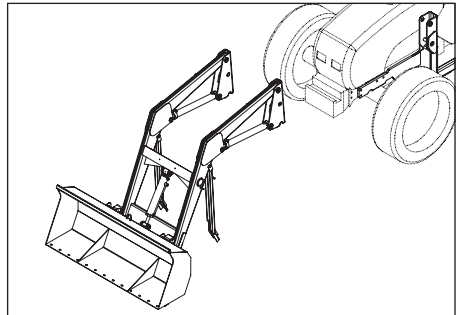

Fig. 15
- aproxime o trator da estrutura e acople as mangueiras hidráulicas no controle remoto (Fig. 15 e 19);